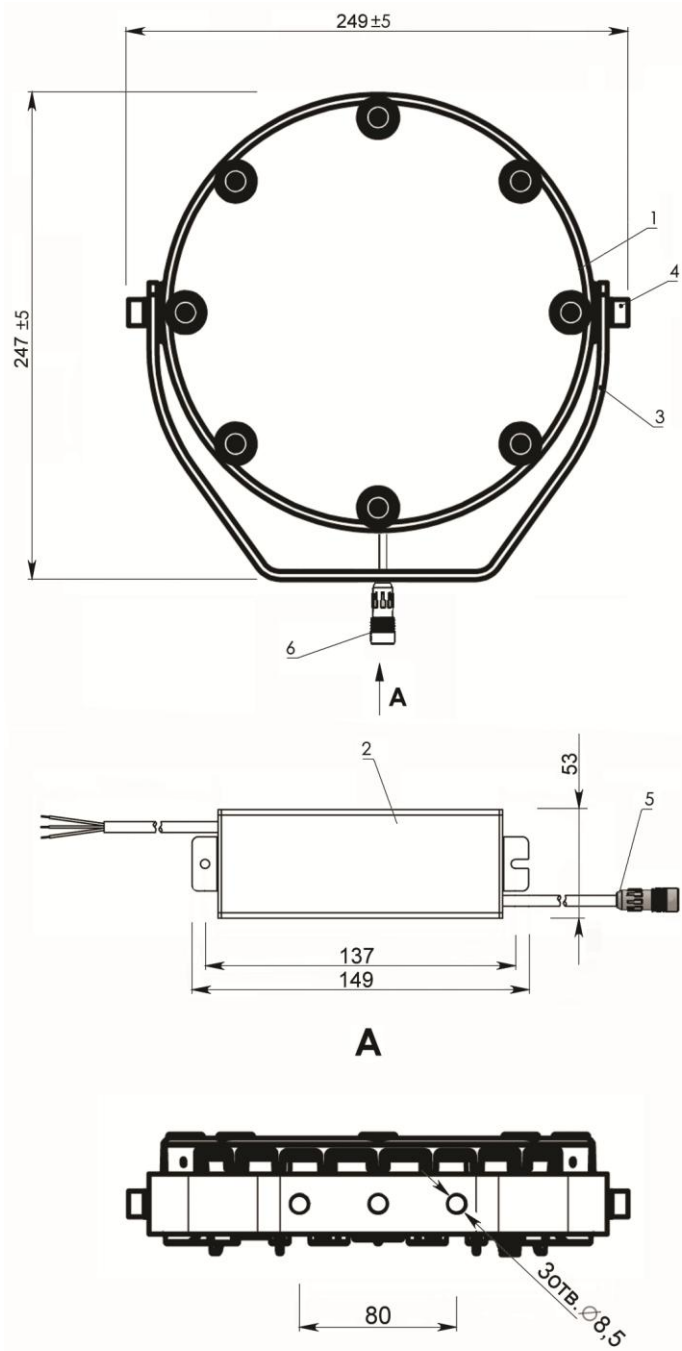

Рис.1
- 2.1. Прожекторы GALAD Аврора LED-28 М РС (рис.1) со светодиодными модулями предназначены для архитектурного освещения зданий.
- 5.1. Установить оптическую часть прожектора (поз.1), закрепив скобу (поз.3) тремя болтами М8 (см. рис.1).
- 5.4. Соединить разъемы оптической части (поз.6) и блока питания (поз.5) (см. рис.1) и надеть на них трубку термоусаживаемую с дальнейшим нагревом электрофена.